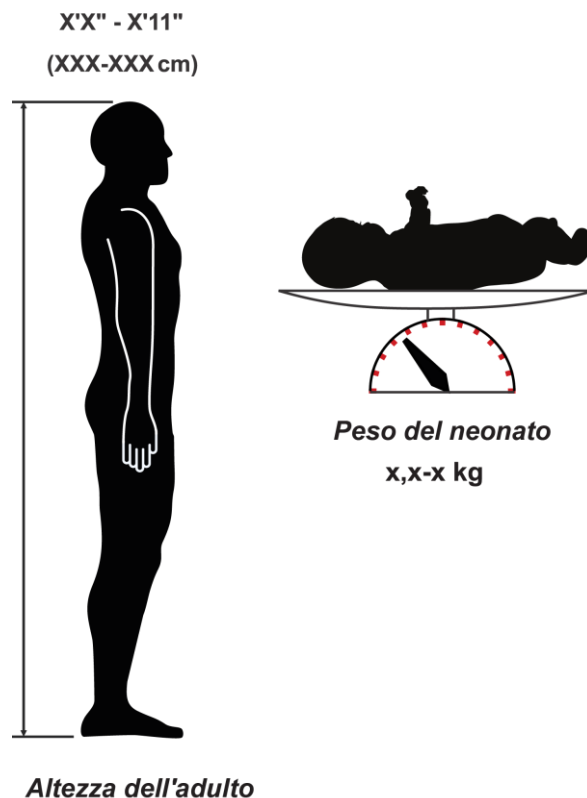

Figura 9: misure
- Altezza del paziente o peso del neonato (Si veda Figura 9: misure)